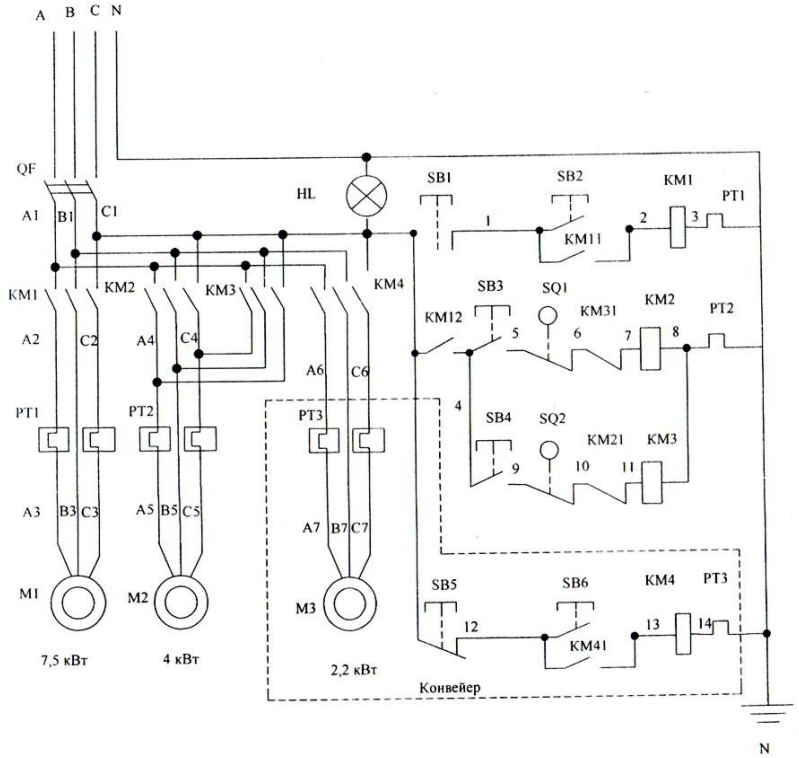

Рисунок 3. Схема электрическая принципиальная
- Включить привод вращения ротора кнопкой SB2 «Пуск» (рис. 3) Пускатель KM1 включает электродвигатель M1.